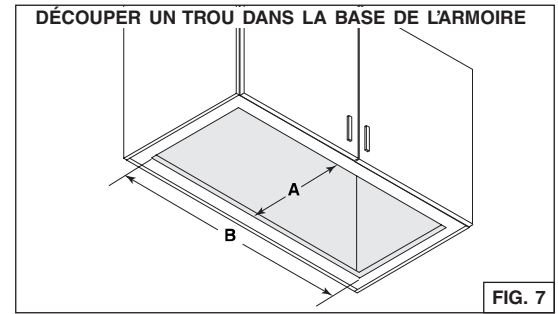

FIG. 7
- Découper un trou dans la base de l'armoire aux dimensions indiquées (FIG. 7), ou utiliser le revêtement d'armoire comme gabarit (**hotte PM400SS seulement**).